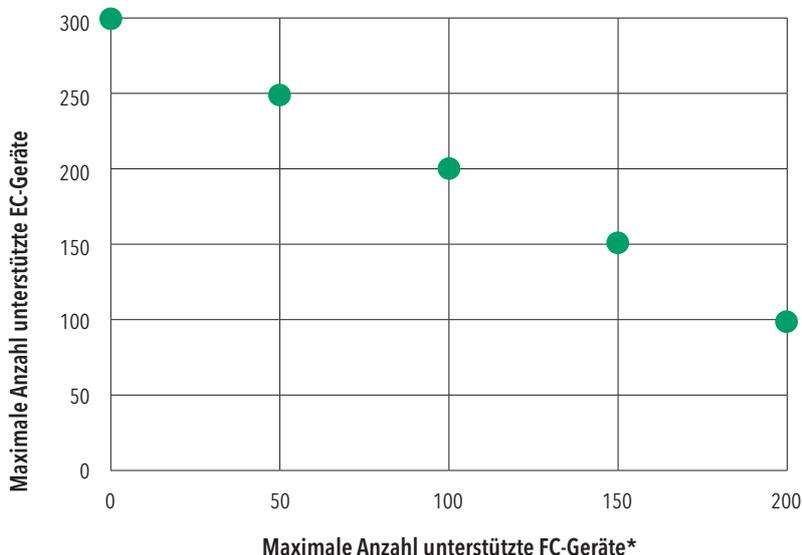

Abbildung 01. Maximale Anzahl unterstützte EC-, EC/FC-, FC-Geräte
Die easyCONTROL EBL ist eine innovative Steuer- und Überwachungseinrichtung für Einzelbatterieleuchten. Mit ihren 4 Bus-Abgängen lassen sich bis zu 300 Geräte¹ (*siehe Abbildung 01 auf Seite 5*) komfortabel über einen integrierten Webserver konfigurieren. Das integrierte Prüfbuch erleichtert die Dokumentationspflicht und kann bequem per USB oder WEB-Oberfläche exportiert werden. Die Inbetriebnahme und Parametrierung der Anlage erfolgt dabei bequem über die IP-Schnittstelle und einen integrierten Webserver. Die easyCONTROL EBL dient der Überwachung aller angeschlossenen Verbraucher. Sollte ein Verbindungsfehler auftreten wird dieser visualisiert. Wird der Fehler behoben, löscht sich die Fehleranzeige selbstständig. Auftretende Leuchtmittel- oder Akkufehler werden ebenfalls an der Anlage visualisiert, nach deren Behebung und einem entsprechenden Kurztest werden diese wieder gelöscht.
² Die maximale Anzahl von 200 Geräten (FC) darf nicht überschritten werden, dies gilt auch für die Hybrid-Kombination EC/FC, siehe Abbildung 01 auf Seite 5.